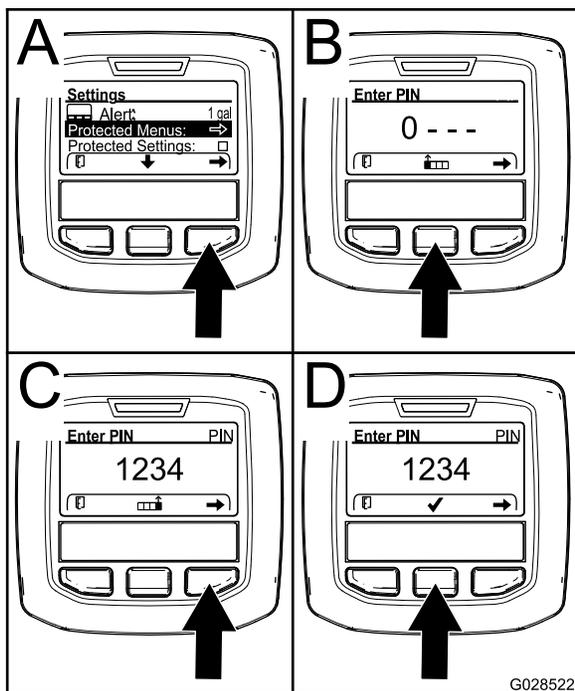

Рисунок 11
пункту PROTECTED MENU (Защищенное меню), и нажмите правую кнопку (Рисунок 11А).
- Чтобы ввести ПИН-код, нажмите среднюю кнопку и удерживайте ее в нажатом положении до появления первой цифры, затем нажмите правую кнопку, чтобы перейти на следующую цифру (Рисунок 11В и Рисунок 11С). Повторяйте этот пункт до тех пор, пока не будет введена последняя цифра, затем нажмите правую кнопку еще раз.